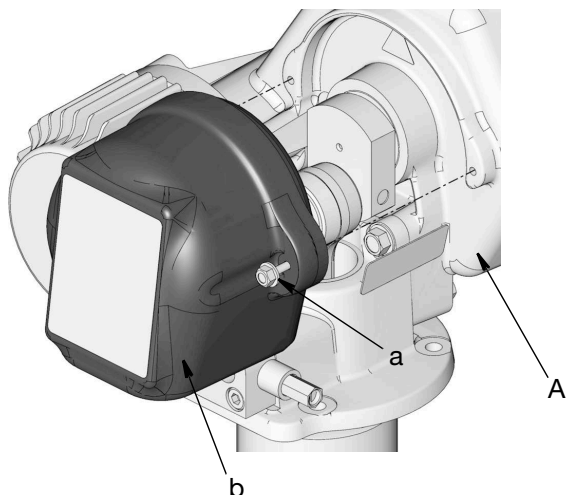

Рис. 3
1. Отсоедините насос Dyna-Star (A) от главного источника питания.
3. Выкрутите болты (a) и снимите крышку (b) с насоса Dyna-Star (A) (Рис. 3). Сохраните эти компоненты для последующей сборки.